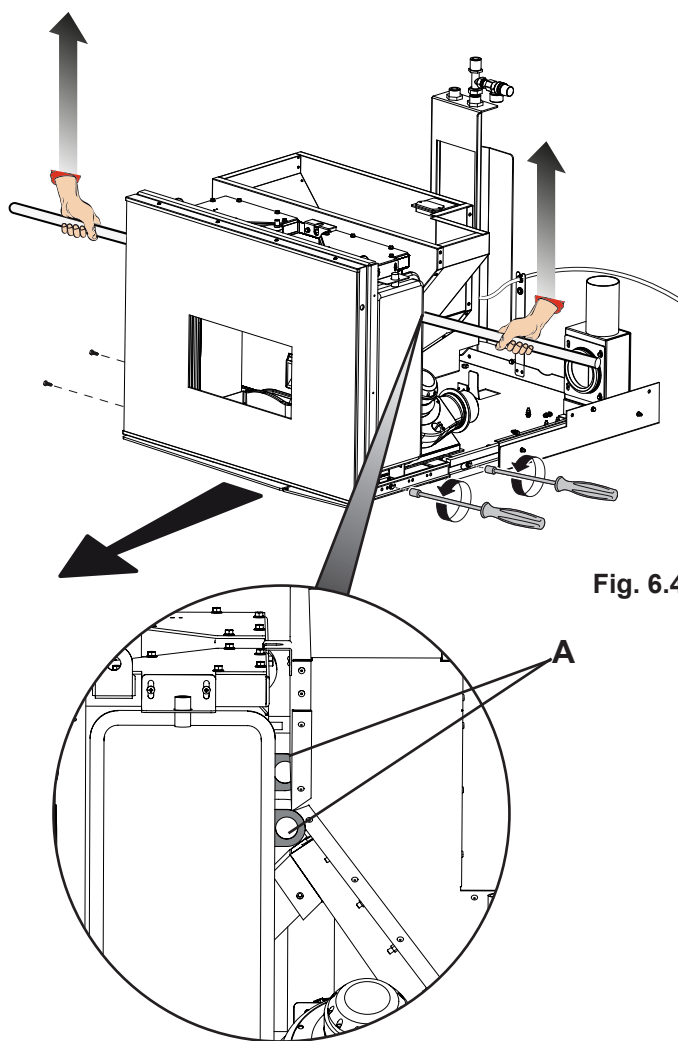

Fig. 6.4
- Den Heizofen anhand eines Metallstabs (1/2 Zoll, Länge: 2 Meter) anheben, der in die spezifischen Aussparungen hinter dem Heizofen eingeführt wird (A - Abb. 6.4).
- Die vier Schrauben (zwei pro Seite) abschrauben, die den Heizofen am Gleitmechanismus (Abb. 6.4) blockieren.